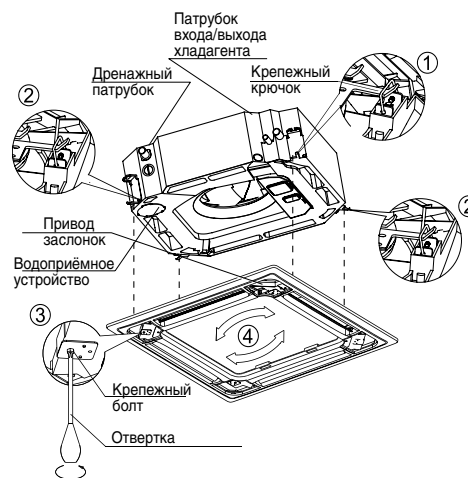

Рис. 4-7
- Расположите декоративную панель таким образом, чтобы угол, где находится привод заслонки совпадал со стороной водоприёмного устройства (рис. 4-7)